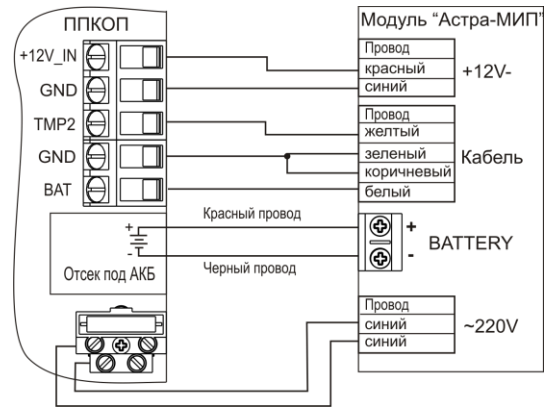

Рисунок 2
6) электрический монтаж к выходным клеммам вести в соответствии со схемой подключений (рисунок 2);